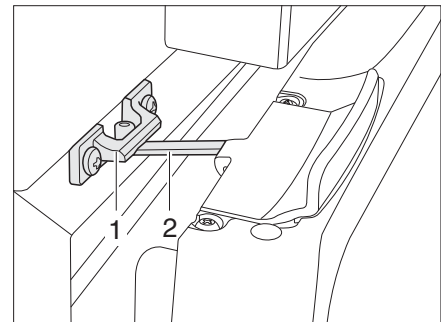

Bild 280 Kälteboxtür in Lüftungsstellung (Thetford)
- Verriegelung (Bild 280,2) aufklappen und in der Verriegelungsaufnahme (Bild 280,1) einrasten. Die Kälteboxtür bleibt damit leicht geöffnet.